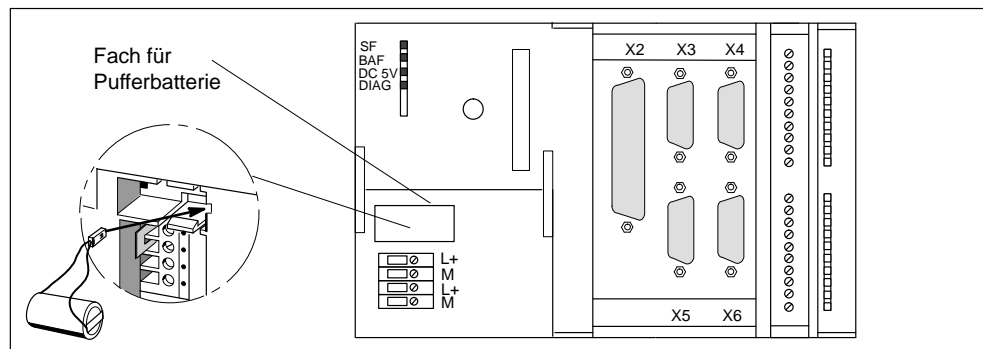

Bild 4-13 Einsetzen der Pufferbatterie
4. Legen Sie die Batterie in das Fach ein, schließen Sie die Fronttür (siehe Bild 4-13).